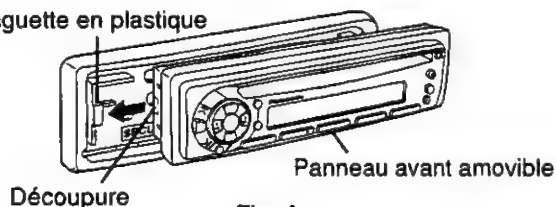

Fig. 4
- ① Faire glisser le côté gauche du panneau en place. (→ Fig. 4)